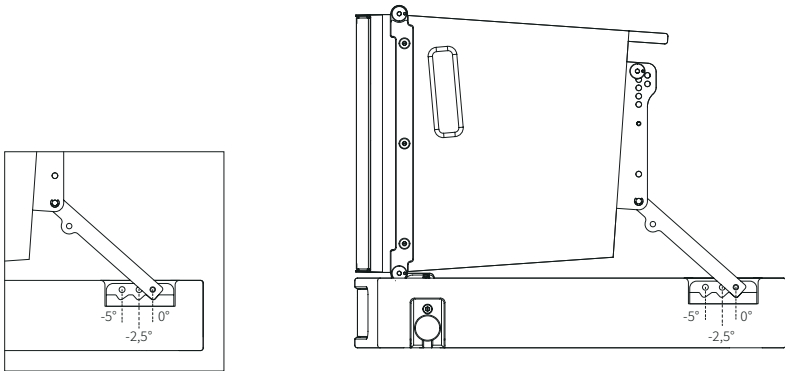

Abbildung 11. Hintere Bohrungen zur Einstellung des Montagewinkels am M-F3A S12 PRO SFi und M-F3A S15 pro SFi.
3. Klappen Sie den Montagebügel auf der Rückseite der Box aus und verriegeln Sie ihn mit dem hinteren Sicherheitsstift des Stacking-Rahmens. Stellen Sie dabei wie in Abbildung 11 dargestellt den gewünschten Ausrichtungswinkel auf eine der drei Positionen ein: